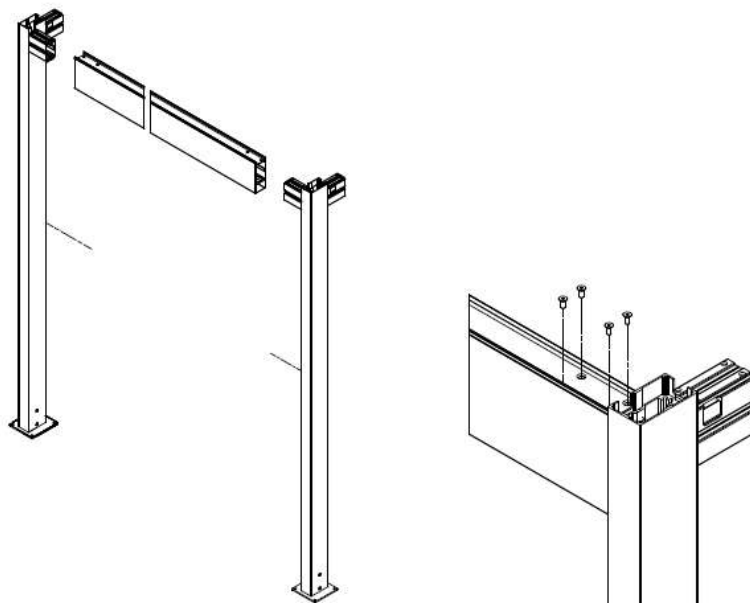

Figure 15
1. Placer les poteaux avec les pieds pré-serrés dans les chambres de la barre transversale des deux côtés et boulonner à partir du haut de la chambre de la barre transversale selon la Fig. 15 en utilisant des vis à tête fraisée M8 x 20 avec une douille à six pans creux. Veillez à assembler les poteaux avec la disposition correcte des pieds. Faites en sorte que les deux barres transversales forment deux cadres plats. Un cadre correctement assemblé présente une lame d'étanchéité sur la barre transversale du côté des os dépassant des poteaux.